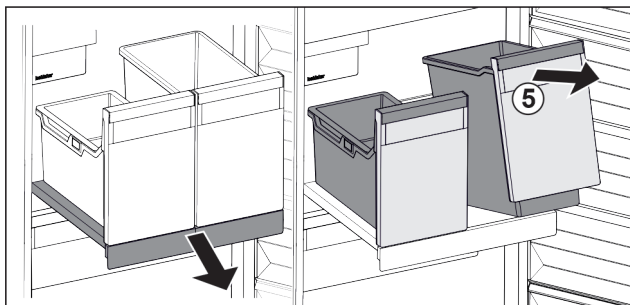

Fig. 23
- ▶ Behälter Fig. 23 (5) vorne anheben.